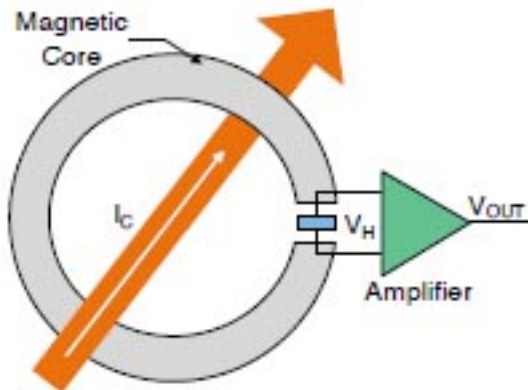

Figura 8: Esquemático de un sensor de Efecto Hall
- ▶ Dispositivo aislado, no intrusivo. Mide CA como CC. Su esquemático se puede observar en la Figura 8